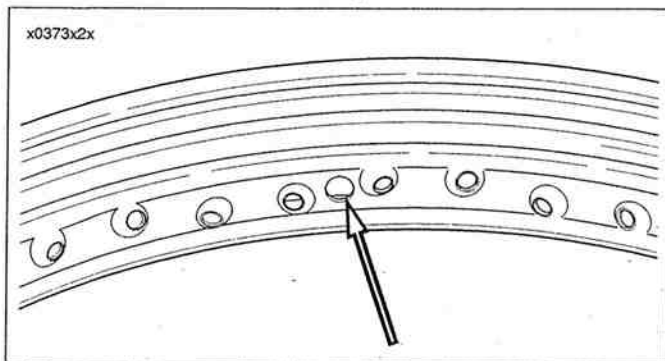

Figura 2-47. Ubicación del agujero del vástago de la válvula
- Vea la Figura 2-47. El agujero del vástago de la válvula está centrado en el aro, por lo que no es necesario preocuparse por encontrar la relación correcta entre el aro y la maza.